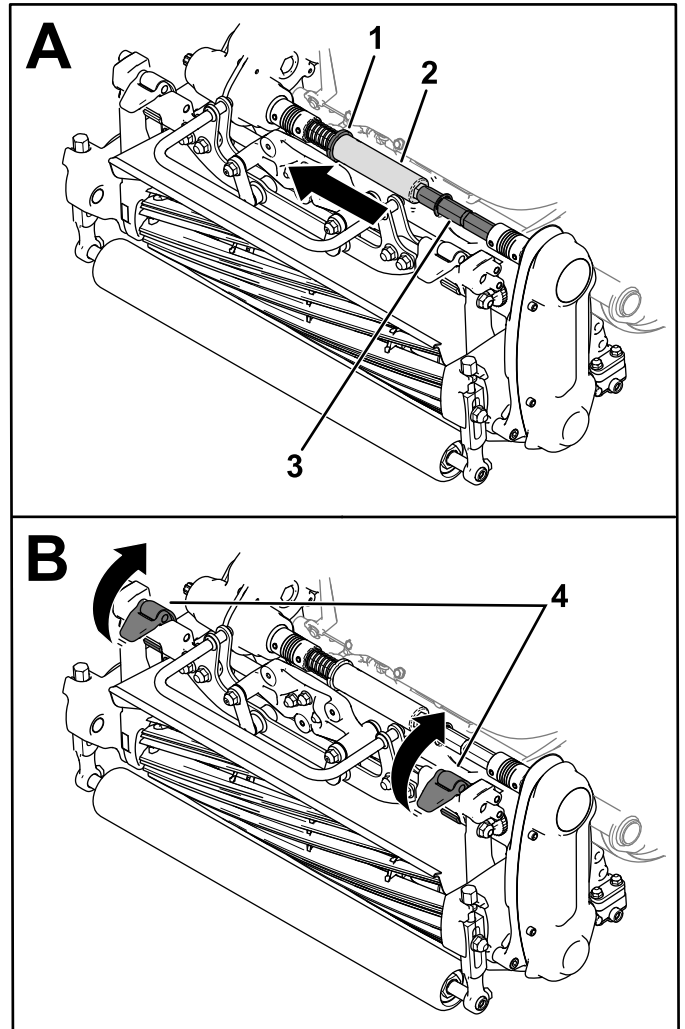

Figura 39
3. Introduzca el collarín (Figura 39) en la ranura del eje de la transmisión.
4. Retire el tubo hexagonal del eje del acoplamiento de la unidad de corte (Figura 39).
5. Mueva los cierres de suspensión hacia arriba para liberar la unidad de corte de la máquina (Figura 39).